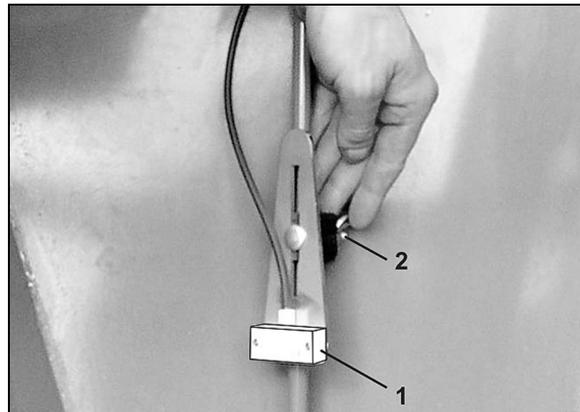

Fig. 84
1. Den Klappstecker (Fig. 84/2) entfernen (nur erforderlich zum Verschließen des gefüllten Saatgutbehälters mit dem Schieber (Fig. 84/1).